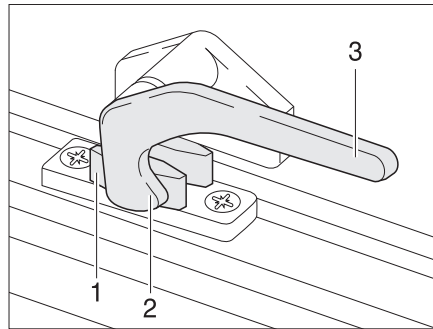

Fig. 32 Palanca de bloqueo en la posición de "cerrado"
- Girar la palanca de bloqueo (Fig. 32,3) un cuarto de vuelta hacia la mitad de la ventana.
- Girar la palanca de bloqueo (Fig. 32,3) un cuarto de vuelta hacia el marco de la ventana. El saliente de bloqueo (Fig. 32,2) se encuentra en la cara interior del bloqueo de la ventana (Fig. 32,1).
- En la posición "cerrada fijamente" (Fig. 32)